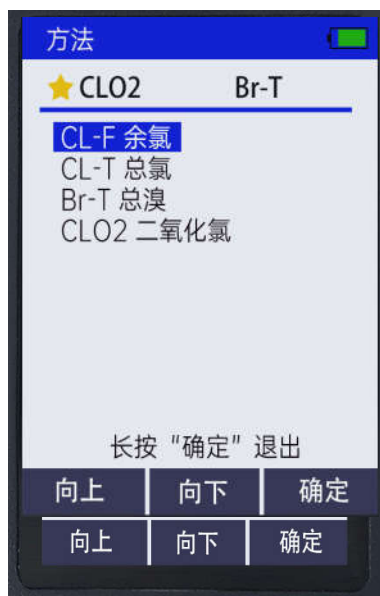

图 4：输入选择的测量方法
如图 4 所示，在开启 SP-201 后，屏幕会显示最后一次选择的测量方法。按带颜色标记的键（<）启动比色方法选择页面。如图 5 所示，页面的第一行显示最常用的方法，该方法将用☆标记。
2. 长按 OK 键以返回主页面（图 4）。